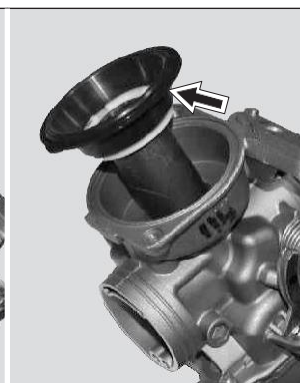

Fig.4.15B
- Retire el conjunto del diafragma junto con la cortina. (Fig. 4.15B)